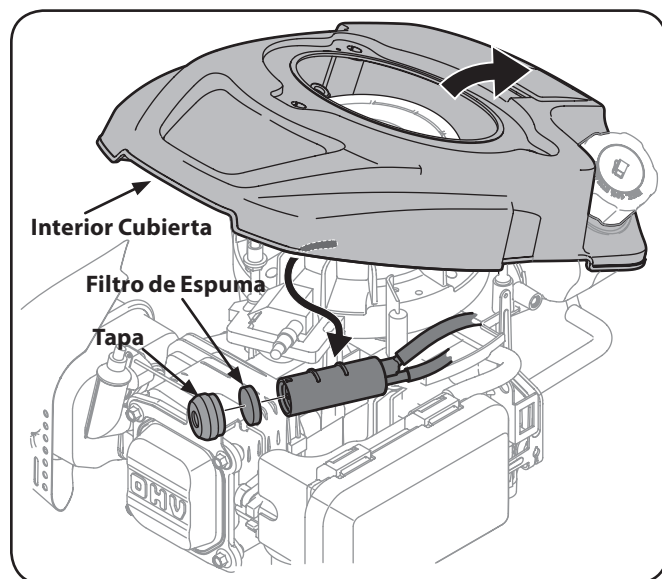

Figura 6-23
2. Levante interior cubierta de motor y tire con cuidado montaje caja del filtro de carbono de bajo cubierta, como se muestra en la Figura 6-23.
3. Retire la tapa del extremo del cartucho y tire el filtro de espuma y vuelta desde el interior del conjunto. Vea la Figura 6-23. Limpie o reemplace el elemento cuando está dañado.